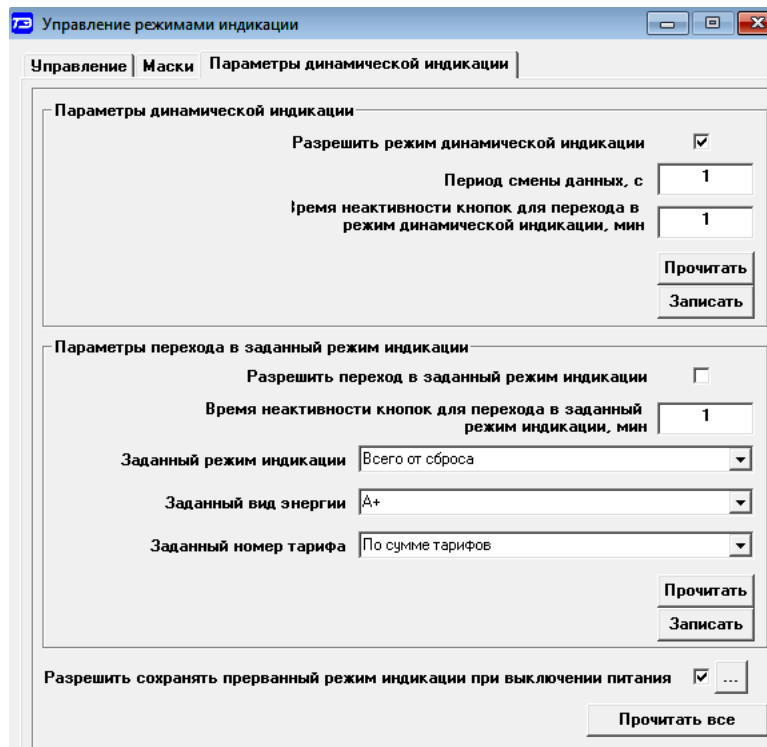

Рисунок 31 – Вкладка «Параметры динамической индикации»
4.16.7.3 Динамическая индикация запрещена при выходе счетчика с предприятия - изготовителя. Для разрешения динамической индикации нужно установить и записать следующие параметры в группе элементов «Параметры динамической индикации» (рисунок 31):
4.16.8.3 Этот режим запрещен при выходе счетчика с предприятия-изготовителя. Для разрешения режима нужно установить и записать следующие параметры в группе элементов «Параметры перехода в заданный режим индикации» (рисунок 31):